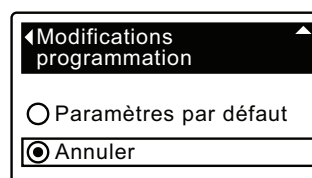

FIG. 80
7. Appuyez sur le SÉLECTEUR (O) pour afficher le menu de modifications de la programmation (cf. Figure 80).
8. Si le cercle à gauche de l'option souhaitée a déjà un point (cf. Figure 80), passez à l'étape 9. Sinon, appuyez sur le bouton BAS (▼) ou HAUT (▲) pour passer à l'option souhaitée, puis sur le SÉLECTEUR (O) pour valider votre choix.